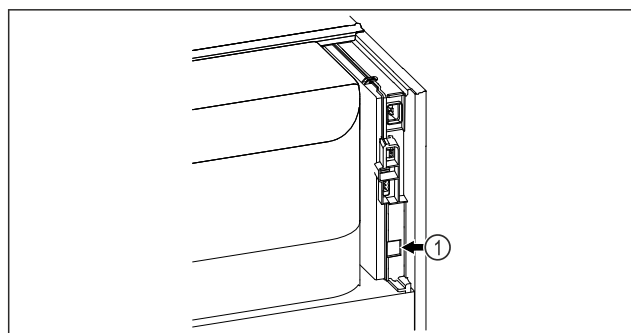

Fig. 138
- ☐ SmartModule Fig. 138 (1) on asennettu.